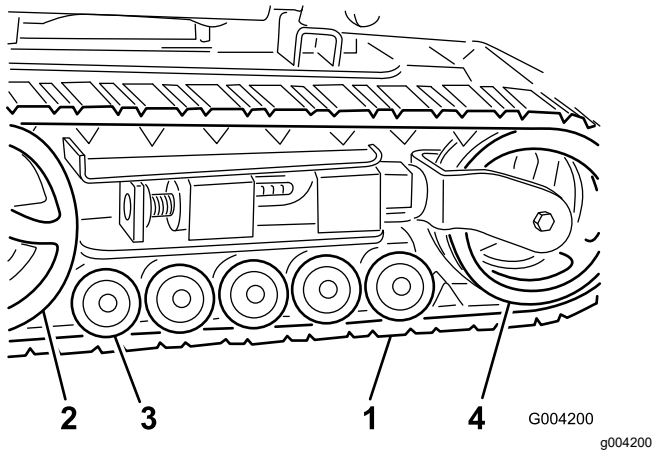

Bild 45
**Wichtig:** Reinigen Sie die Straßenräder, das Spannrad und das Antriebsrad (Bild 45). Die Straßenräder sollten sich in sauberem Zustand ungehindert drehen.